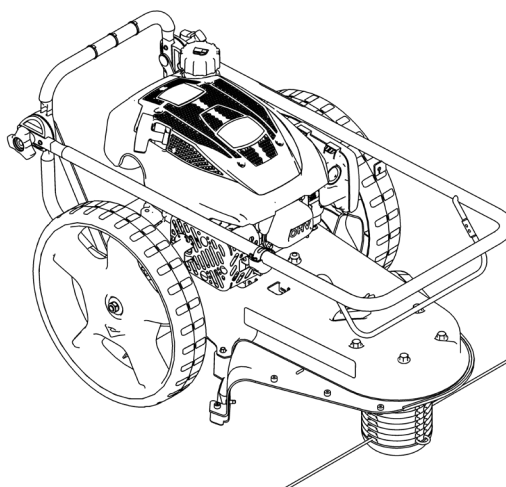

FIGURE 2A
4. Sortir la débroussailleuse du carton. **VOIR FIGURE 2A.**